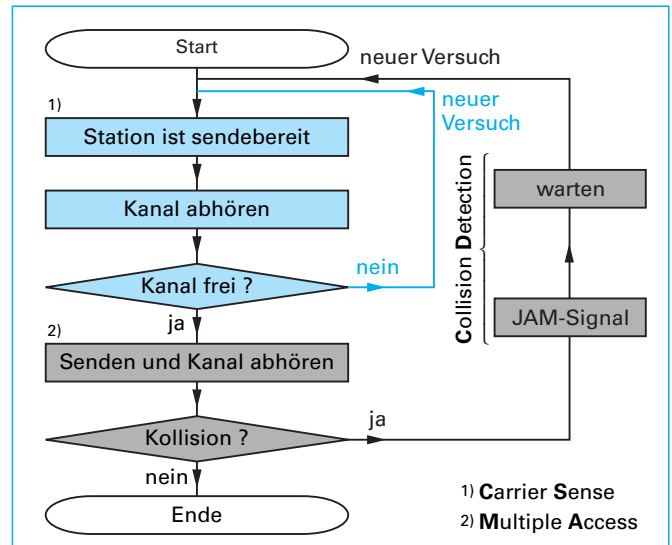

Bild 1: Ablaufschema
**8 Welches Netzwerkzugriffsverfahren zeigt das Ablaufschema in Bild 1?**